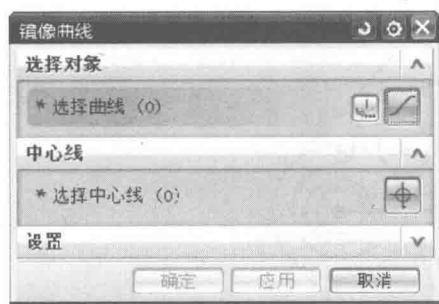
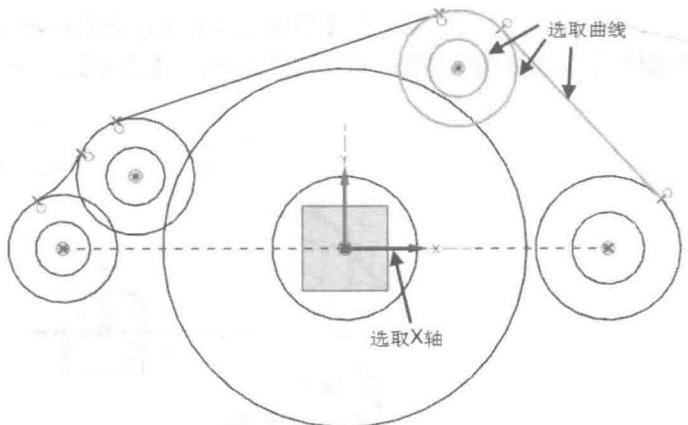
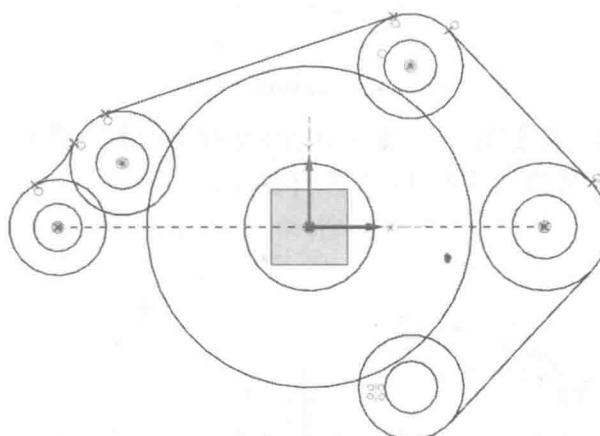

图 1-2-20 【镜像曲线】对话框
图 1-2-21 选择曲线和中心线
图 1-2-22 镜像曲线结果
(12) 镜像曲线。选择菜单【插入】(Insert) | 【来自曲线集的曲线】(Curve from Curves) | 【镜像曲线】(Mirror Curve) 命令，系统出现【镜像曲线】对话框，如图 1-2-20 所示。在图形中选择图 1-2-21 所示的曲线，接着选择 X 轴为镜像中心线，最后单击  确定 按钮，完成镜像曲线操作，如图 1-2-22 所示。